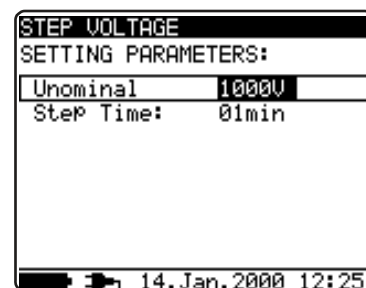

Рис. 16 Меню настройки в измерениях сопротивления изоляции
- Нажмите клавишу **SELECT**, на дисплее появится меню настройки, см. рис. 16